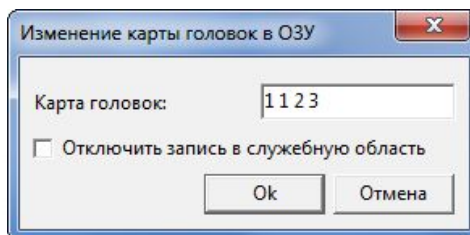

Рис. 8.9.
- ◆ После того, как будет выяснено, какие из системных головок неисправны, можно скорректировать карту голов необходимым образом. Например, если неисправна нулевая головка, можно запустить накопитель с картой, показанной на Рис. 8.9.